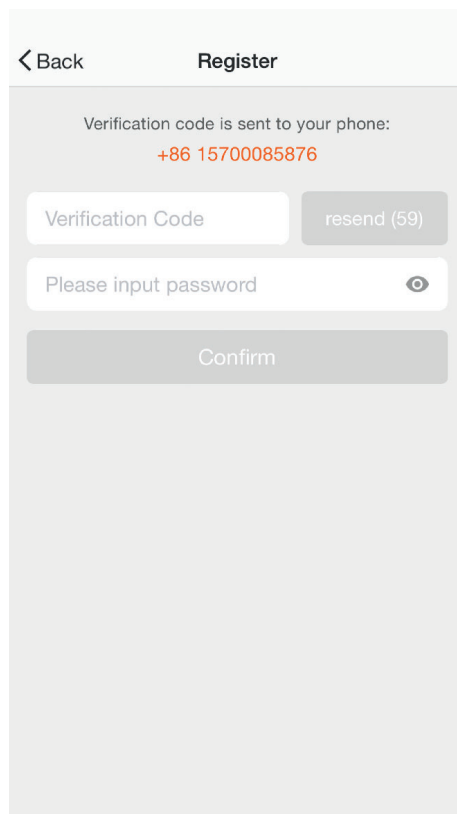

Figura 2
3. Se si inserisce il numero di cellulare, inserire poi il codice di verifica nel messaggio, come mostrato nella figura 2, e inserire la password, premere “Confermare” per completare la registrazione.